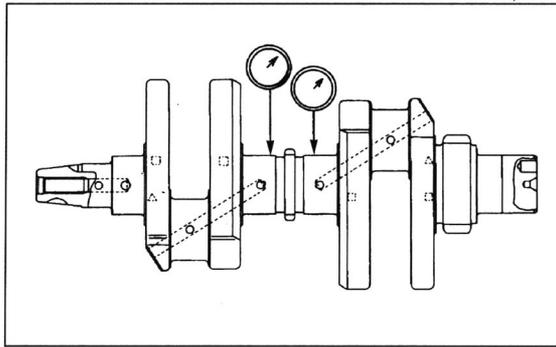

Bild 244
- 📏 Kurbelwelle wie in Bild 244 gezeigt lagern und Schlag der Lagerzapfen messen; Verschleissgrenze 0,05 mm.